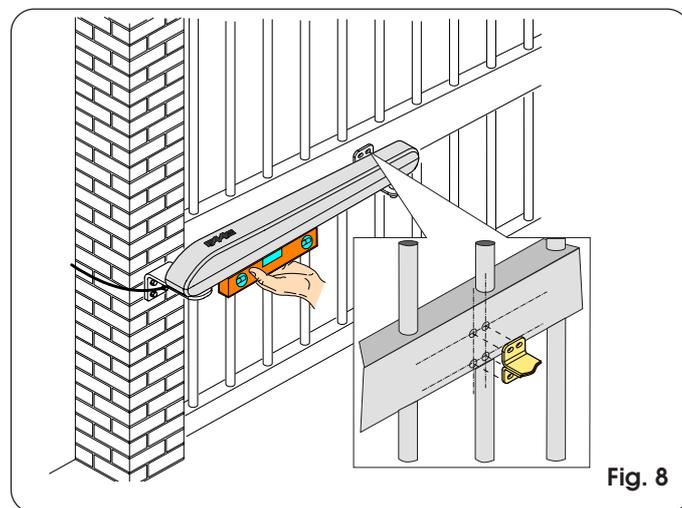

Fig. 8
- Poser la patte d'attache contre le vantail et tracer les points de fixation en vérifiant l'horizontalité parfaite de l'opérateur et de la patte d'attache (Fig. 8).